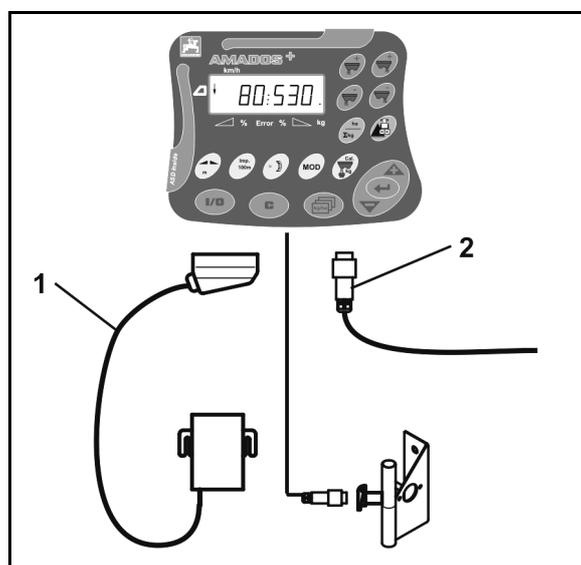

Рис. 2
1. Подключите навешенный/прицепленный к трактору агрегат с помощью штекера агрегата (Рис. 2/1).
2. Подсоедините сигнальный кабель от сигнального разъема или датчика X (Рис. 2/2) к **AMADOS+**.